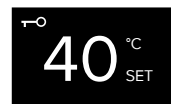

Abbildung 3
Die digitale Duscharmatur ist mit einer Heißwassersperre bei 40° ausgestattet (Abbildung 3). Um diese zu deaktivieren, drücken Sie die Stop-Taste (12). Hiernach ist eine Erhöhung der Temperatur möglich. Sobald im weiteren Verlauf eine Temperatur unter 40° eingestellt wird, aktiviert sich die Heißwassersperre erneut.